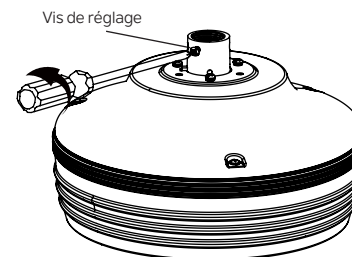

Fig. 7
**Étape 3.** Desserrez les deux vis de réglage sur le couplage du moteur. (Fig. 7)